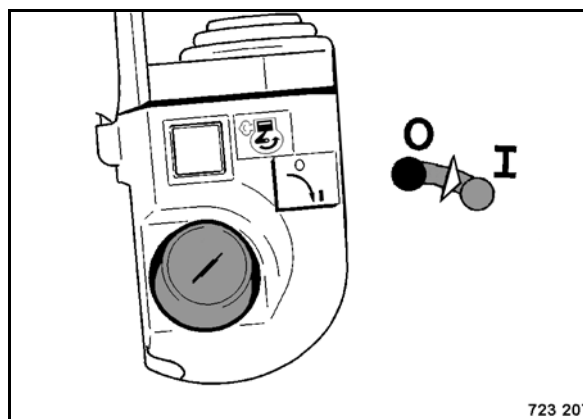

Рис. 60
- Включить зажигание (Рис. 60).